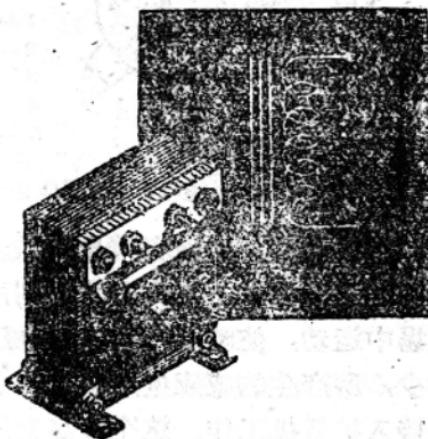

图16 扼流圈
3.扼流圈（又名阻流圈） 如图16所示，外形与变压器相似。它是在矽鋼片所組成的鐵芯上繞一組綫圈，有两条引出綫，用欧姆表可以量出电阻来。扼流圈用在滤波电路中作滤波用，就是对直流电流沒有阻抗，讓直流电流流过去，而对交流电流就发生阻抗作用，阻止交流电流流过去。扼流圈与变压器不同的地方就是扼流圈只有一个綫圈。